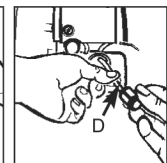

Fig. 11C
2. Ziehen Sie den Saugkopf durch Drehbewegung ab (Fig. 11C).
3. Ersetzen Sie den Filter (D).